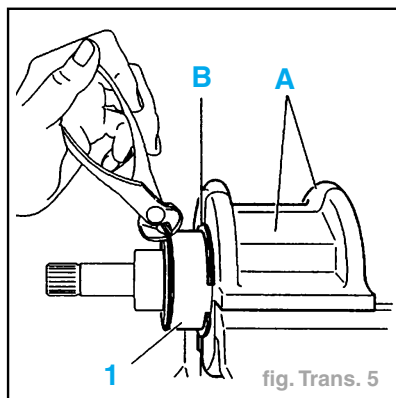

fig. Trans. 5
- Placer la transmission dans un étau : à l'aide des outils (A) et (B) (coffret 4101 T) (fig. Trans. 5).
- Desserrer le boîtier tripode (1) : à l'aide d'une pince.
- Sertir le boîtier tripode (**1**) du soufflet (**8**) : à l'aide d'un marteau (fig. Trans. 5).